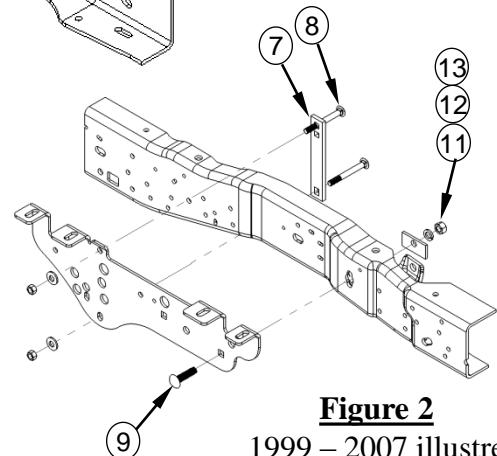

Figure 2
- e. **Pour les modèles 1999 à 2007 :** Utiliser la fente du cadre située en-dessous du support de plateforme arrière pour fixer le support de cadre à l'aide d'un boulon de carrosserie 5/8 po (9). L'espaceur 5/8 po (10) **doit être utilisé** entre le support et le cadre. Voir la Figure 2. Poser le boulon 5/8 po (9) sur l'intérieur du cadre à l'aide d'un espaceur 1/4 x 1-1/2 x 3 (11), d'une rondelle frein (12) et d'un écrou hexagonal (13). Serrer à la main seulement.